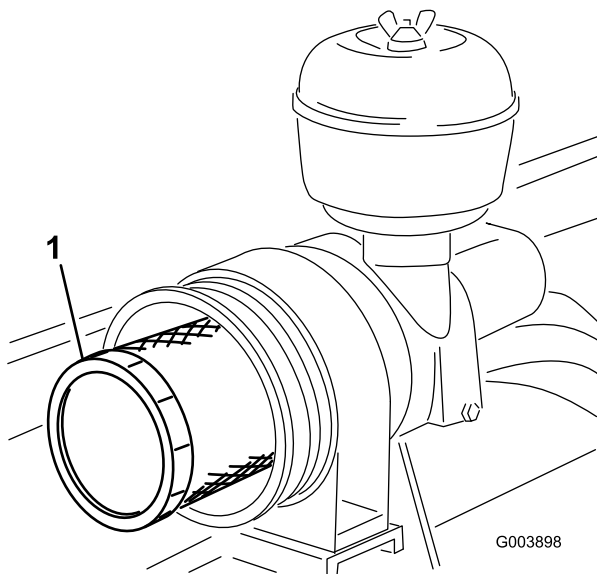

Figura 51
3. Retire y cambie el filtro primario (Figura 51).